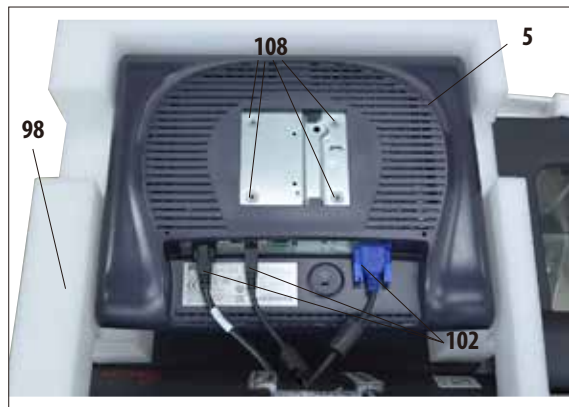

Fig. 14
- Prima di avvitare il monitor alla console, è opportuno controllare che i tre connettori (102) (alimentazione, connettore USB e cavo del monitor) siano fissati correttamente sul lato inferiore del monitor (fig. 14).